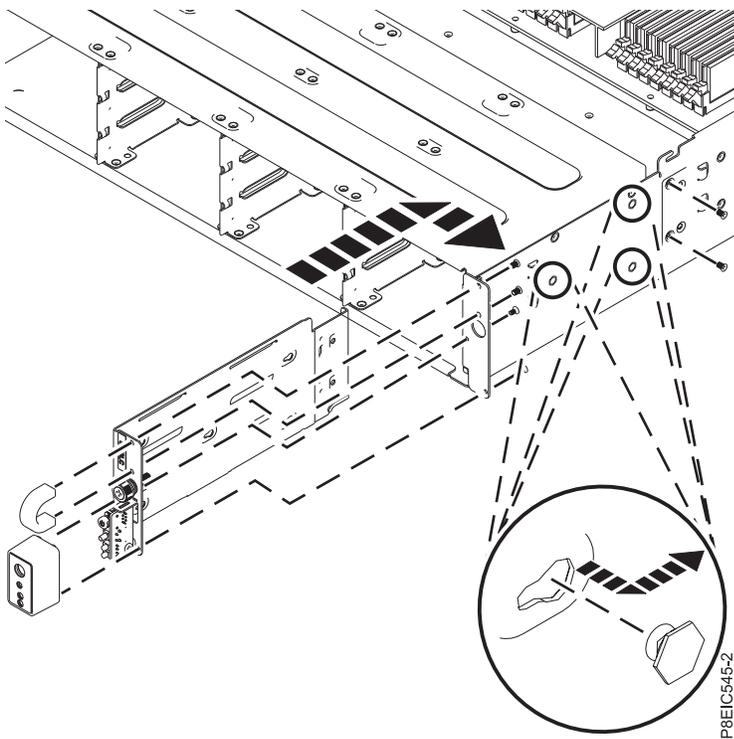

Figura 64. Substituindo o comutador de energia e cabo
3. Insira o comutador de energia e cabo no chassi, conforme mostrado em Figura 64.
4. Alinhe o conjunto do comutador de energia com os pinos no interior do chassi; em seguida, deslize o conjunto do comutador de energia na parte traseira para prendê-lo aos pinos, conforme mostrado na Figura 64 na página 57.
6. Substitua os quatro parafusos que prendem o painel do comutador de energia e a alça, conforme mostrado na Figura 64 na página 57.